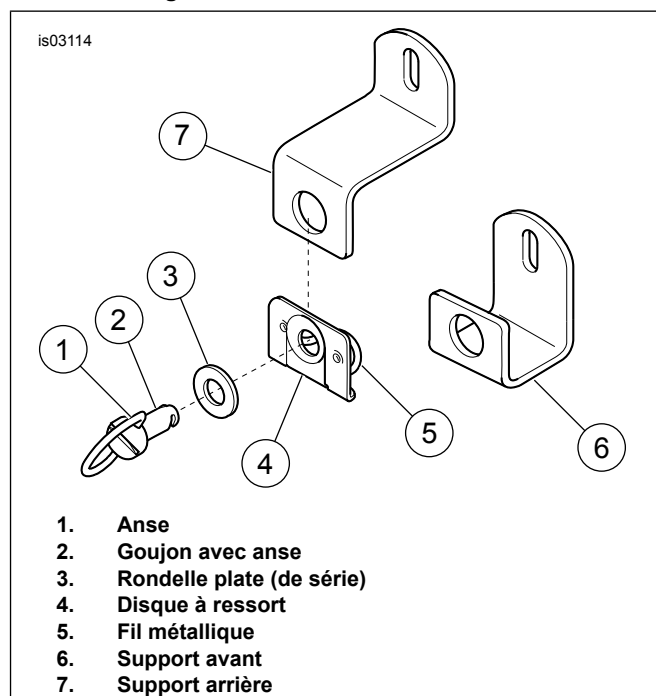

Figure 2. Fixations à déblocage rapide de sacoche
2. Voir Figure 2. Saisir l'anse (1) à l'intérieur de la sacoche et faire tourner chaque goujon avec anse avant (2) d'un quart de tour complet dans le sens antihoraire. Retirer le goujon avec anse avant (2) et la rondelle plate (3). Jeter la rondelle, mais conserver le goujon pour l'installation du kit.
2. Voir Figure 2. Saisir l'anse (1) à l'intérieur de la sacoche et faire tourner les goujons avec anse avant et arrière (2) d'un quart de tour complet dans le sens antihoraire. Retirer les goujons avec anse avec leurs rondelles plates (3). Jeter les rondelles, mais conserver les goujons pour l'installation du kit.